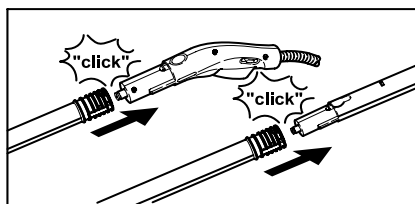

Рисунок 4
- При необходимости используйте удлинительные трубки (G1). Для этого установите на паровой пистолет (С1) одну или две удлинительных трубки (см. рисунок 4). Надвиньте необходимые принадлежности (D1, E1, H1) на свободный конец удлинительной трубки.